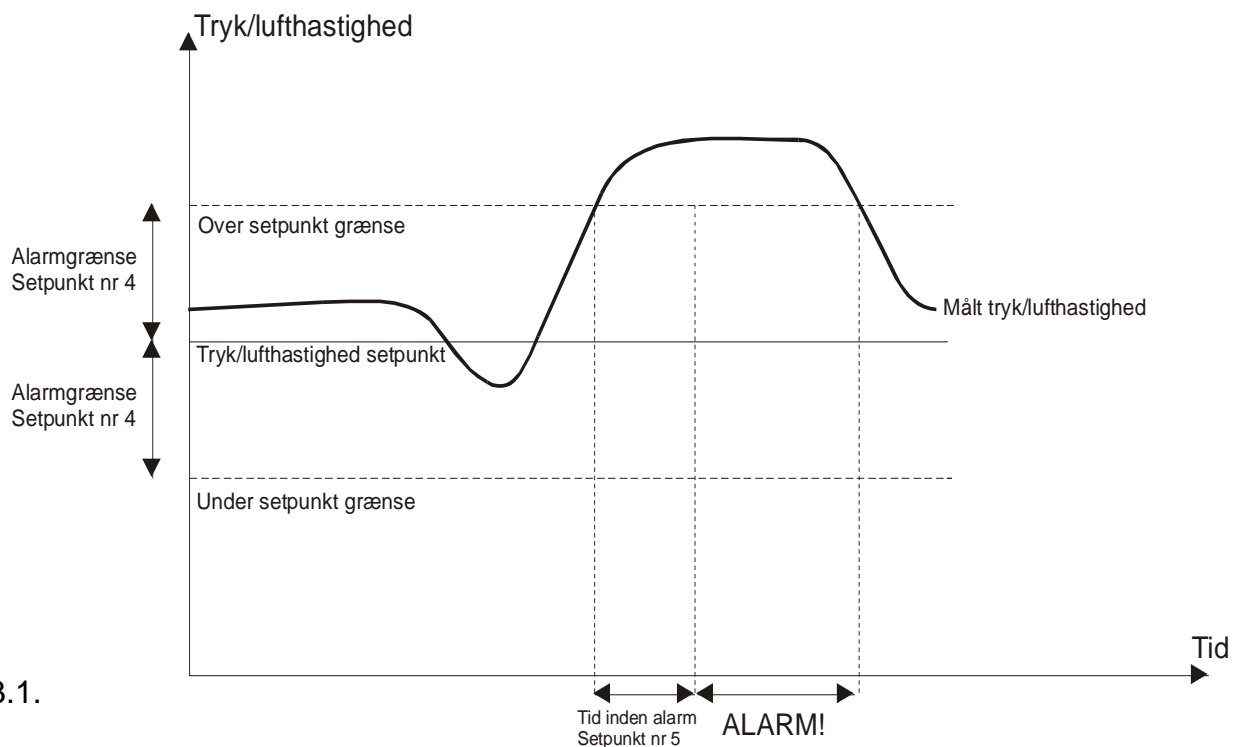

Fig 3.1.
2) Tryk/lufthastighed alarm, over setpunkt. Hvis det målte tryk/lufthastighed kommer over det ønskede regulerings setpunkt, plus en alarmgrænse (tryk/lufthastighed setpunkt + alarmgrænse), kommer der en alarm i displayet "ALARM! Over set", og alarm relæet trækker (Klemme 18, 19, 20). Alarmgrænsen kan indstilles i setpunktsmenu nr 4. Dette setpunkt kan indstilles mellem 0Pa og 1000Pa (I lufttryk regulerings mode) eller 0.00m/s og 10.00m/s (I lufthastighed regulerings mode). Alarmen udløses dog kun hvis at tilstanden har været til stede, over en given tid. Denne alarm tid indstilles i setpunktsmenu nr 5. Tiden kan indstilles mellem 0 og 1000 sek. Hvis trykket/lufthastigheden igen kommer under denne grænse, forsvinder alarmen ad sig selv. Se fig 3.1. som eksempel.